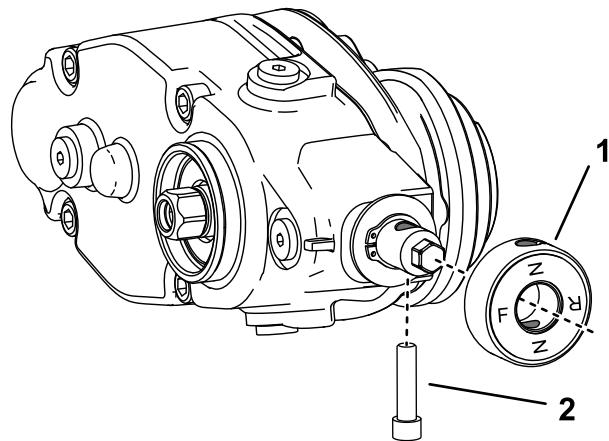

図 15
業を行ってください図 15
- クラッチノブアセンブリを外して裏返す図 15。